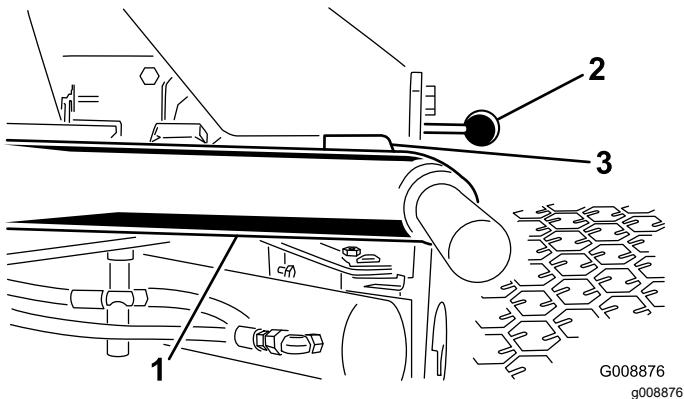

Figura 25
- Arranque el motor, eleve los brazos de elevación y compruebe que la holgura entre cada brazo de elevación y el soporte de la chapa de suelo es de 5 a 8 mm (Figura 25).